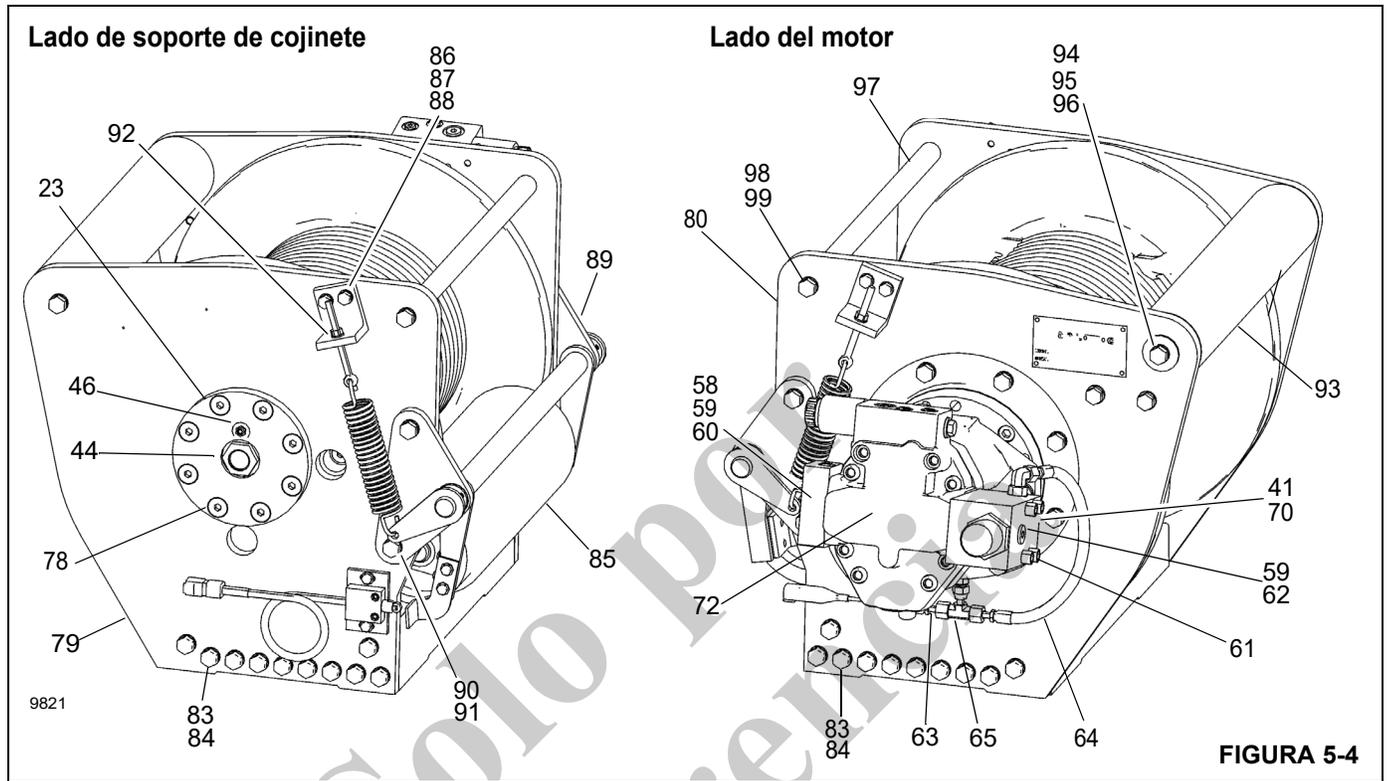

FIGURA 5-4
Consulte la Figura 5-4 y Figura 5-5 y la lista de piezas del malacate en la página 5-8 para desarmar el malacate.
3. Retire el conjunto de rodillo (85, Figura 5-4). Para obtener más información, consulte *Conjunto de rodillo*, página 5-10.
5. Retire la mirilla de nivel de aceite (44).
6. Retire el tapón de ventilación (46).
8. Marque y retire las mangueras hidráulicas (63 y 64) que conectan la válvula del freno (62) y el colector (60) al cilindro del freno (1).
9. Retire los pernos (70) y las arandelas de seguridad (41) que sujetan el motor (72) y levante el motor para retirarlo del malacate. Retire y deseche el anillo "O" (33) instalado en el piloto del motor.
10. Marque y retire las mangueras (63 y 64) y los adaptadores (65) de la lumbrera de liberación del cilindro del freno.
12. Retire los pernos (42) y las arandelas (41) del soporte del motor e instale dos pernos y un tramo corto de cadena en los agujeros para pernos de montaje del motor. Usando la cadena como manija, levante el soporte del motor para retirarlo del cilindro del freno cuidando de no dañar las superficies de sellado. Retire y deseche el anillo "O" (47) y el anillo de respaldo (48) del soporte del motor (32). Consulte *Cilindro de freno*, página 5-10 para obtener información adicional. Observe la ubicación de la lumbrera de liberación del freno en relación al malacate antes de retirar el cilindro de freno.
13. Retire los pernos (40) y las arandelas (41) del cilindro de freno e instale dos pernos y un tramo corto de cadena en los agujeros para pernos de montaje del soporte del motor. Usando la cadena como manija, levante el cilindro del freno (1) para sacarlo del tambor y la base, con cuidado de no dañar las superficies de sellado o de los cojinetes. Consulte *Cilindro de freno*, página 5-10 para obtener información adicional.
14. Retire la placa del extremo del motor (80).
15. Usando dos palancas con talón colocadas entre el portaplanetarios principal y el cierre del tambor, apalanque hacia arriba para retirar el cierre del tambor (25). Retire y deseche el anillo "O" (28) de la parte exterior del cierre del tambor (25). Algunos cierres de tambor tienen agujeros de elevación roscados de 3/8-16 que se pueden usar en lugar de las palancas con talón.
16. Retire el sello (29) y el cojinete (26) de la parte interior del cierre.
17. Retire el engranaje solar principal (35) y la arandela de empuje (31) del portaplanetarios principal (10).
18. Retire el portaplanetarios principal (10) del tambor. Consulte *Grupo de planetarios*, página 5-11 para obtener información adicional.
19. Retire el engranaje solar de salida (34) y la arandela de empuje (43) del portaplanetarios de salida (16).
20. Retire el portaplanetarios de salida (16) del tambor. Consulte *Grupo de planetarios*, página 5-11 para obtener información adicional.
21. Coloque el malacate sobre el extremo del motor, con el soporte de cojinete hacia arriba. Retire ocho pernos de soporte del cojinete (78, Figura 5-4) y el soporte del cojinete (23, Figura 5-4 y Figura 5-5) teniendo cuidado de no dañar las superficies de sellado o del cojinete.
22. Deslice el tambor fuera de la base, colóquelo en un banco de trabajo y retire el sello (27) y el cojinete (26) del extremo del soporte.
14. Instale las mangueras (63 y 64, Figura 5-4) y adaptadores (65) en la lumbrera de liberación del cilindro del freno.
16. Engrane el eje del motor con la pista interior del embrague del freno y baje el motor a su lugar. Apriete los pernos (70) y las arandelas de seguridad (41) al par de apriete recomendado.
17. Instale las mangueras (63, 64, Figura 5-4) que conectan el colector (60) y la válvula del freno (62) al cilindro del freno (1).
18. Instale el conjunto de rodillo (85). Para obtener más información, consulte *Conjunto de rodillo*, página 5-10.
20. Instale la mirilla de nivel de aceite (44).
21. Instale el tapón de ventilación (46)